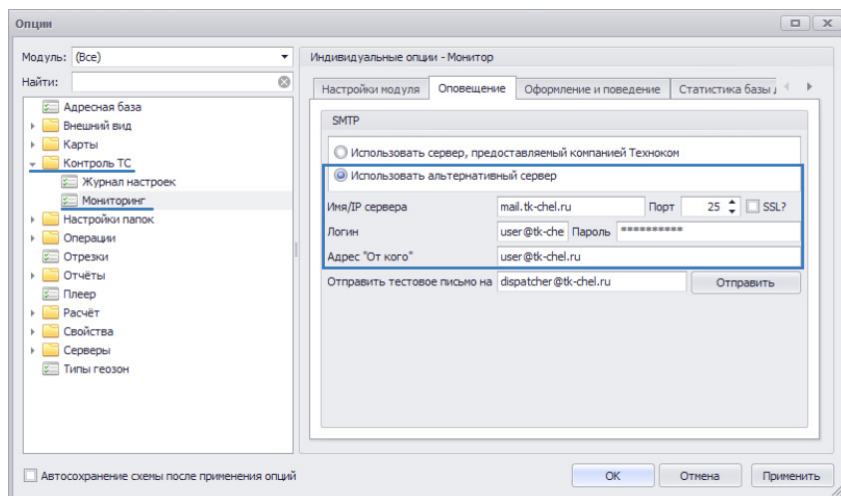

Рис.267. Использовать другой почтовый сервер.
2. Использовать другой произвольный почтовый сервер (Рис.267). Для этого нужно включить опцию «Использовать альтернативный сервер» и задать настройки этого сервера: